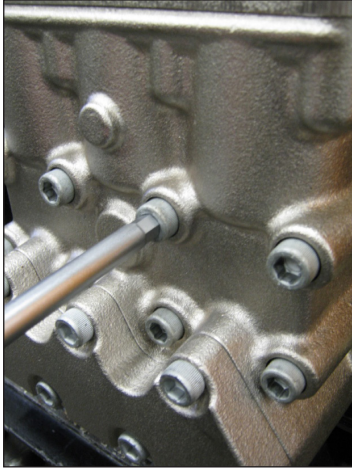

Abb. 20
- A) Lösen Sie die Befestigungsschrauben des Kopfs M12x150 gemäß Abb. 20.